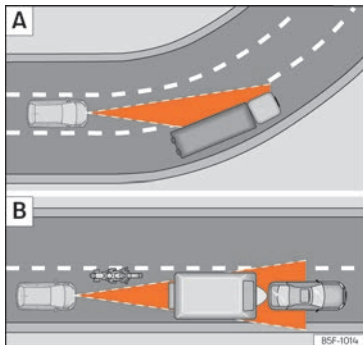

Abb. 182 **A** Fahrzeug in einer Kurve. **B** Vorausfahrender Motorradfahrer außerhalb des Erfassungsbereichs des Radarsensors.
Es ist möglich, dass die ACC das vorausfahrende Fahrzeug in der Kurve nicht erkennt oder die Entfernung mit Fahrzeugen, die sich auf anderen Fahrspuren befinden, einstellt » » **Abb. 182** **A**.
- Versetzt fahrende Fahrzeuge oder Fahrzeuge, die außerhalb des Erkennungsbereichs des Sensors fahren, z. B. Motorräder. » » **Abb. 182** **B**